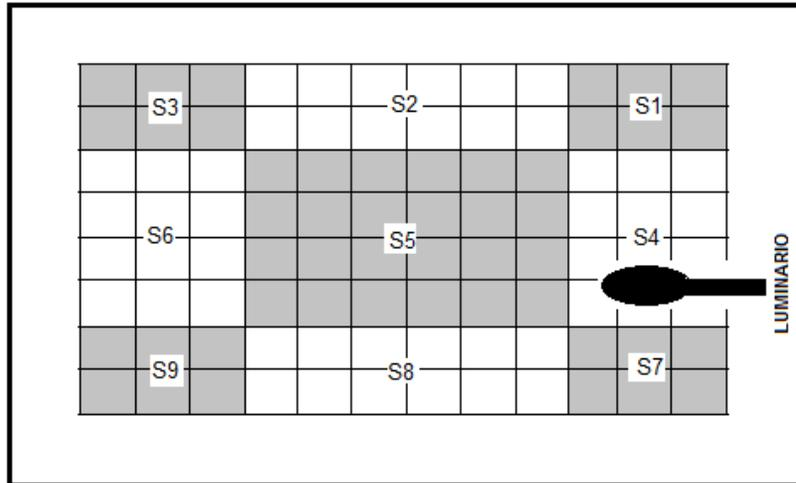

Figura 4. Cuadrantes sobre el piso del laboratorio.
1.- Para realizar el mínimo número de medidas, y que estas sean representativas del lugar se deben de llevar a cabo divisiones o cuadrantes del mismo tamaño sobre el piso, según se muestra en la figura 4. El lugar recomendado para realizar esta práctica es el piso del cuarto oscuro del laboratorio de iluminación. Dada la cuadrícula del piso es fácilmente divisible en partes pequeñas e iguales. Por lo tanto, se procede a la división, por simetría, hasta alcanzar la parte representativa del método de los 9 puntos. Con ayuda del profesor identifique las 9 superficies sobre el piso.